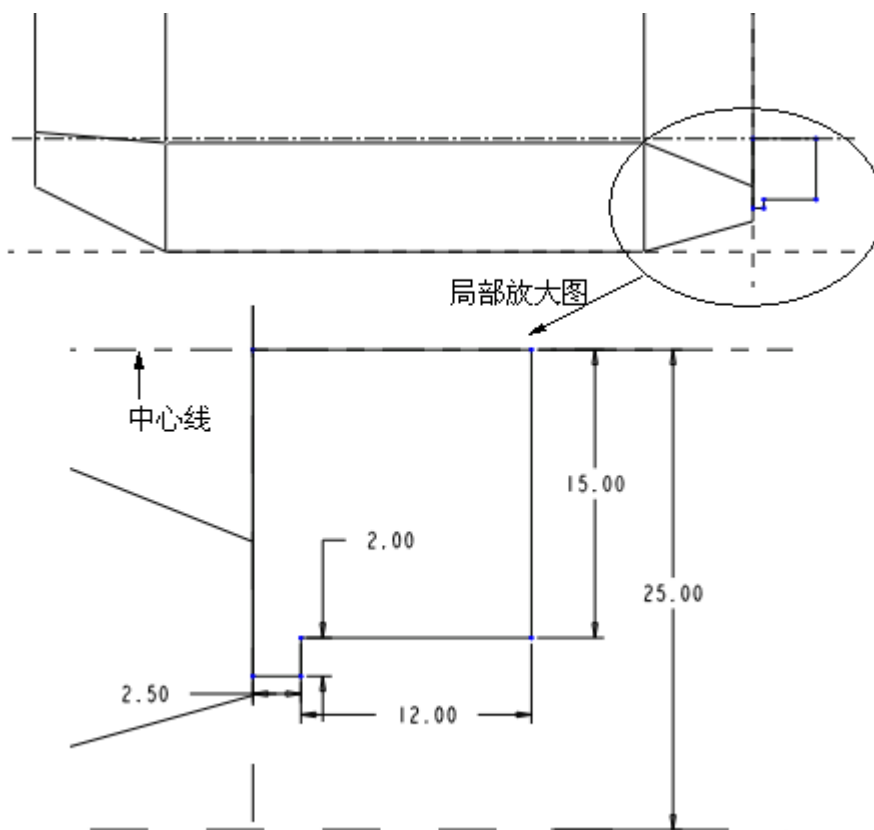

图 51-8
- (1) 单击旋转工具按钮 ，在旋转特征操控板中单击草绘截面按钮 ，系统显示《剖
- (2) 选择 RIGHT 基准面为草绘平面，TOP 基准面为参照平面，接受系统默认的视图方向。
- (3) 单击【剖面】对话框中的【草绘】按钮，进入草绘工作环境。
- (4) 绘制如图 51-8 所示的一条中心线和旋转截面，下图为局部放大图。单击 ，完成草图绘制。